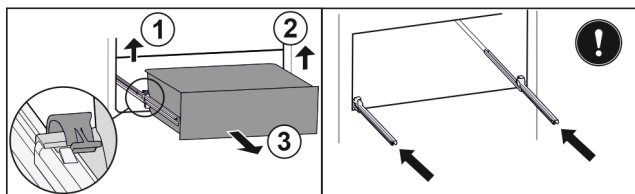

Fig. 183
- Podnieść lewy zacisk i wysunąć jednocześnie szufladę po lewej do przodu. Fig. 183 (1)
- Podnieść prawy zacisk i wysunąć jednocześnie szufladę po prawej do przodu. Fig. 183 (2)
- Wyjąć szufladę do przodu. Fig. 183 (3)